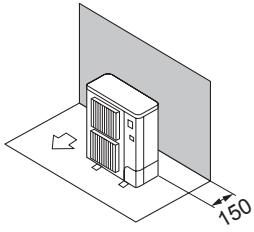

Fig. 2-7
- ① Yanlızca arkadaki engeller (Fig. 2-7)